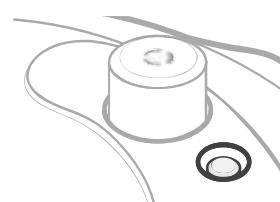

Abbildung 4.3
- Das Schwimmerventil sinkt hinein und zeigt damit an, wenn der Druck abgelassen wurde. **[Abbildung 4.3]**